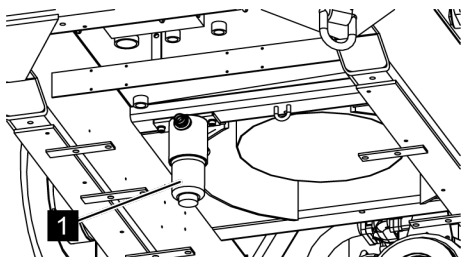

Fig. 169: Filtre hydraulique
8. ➔ *Revisser le pot filtrant (Voir la Fig. 169/1).*